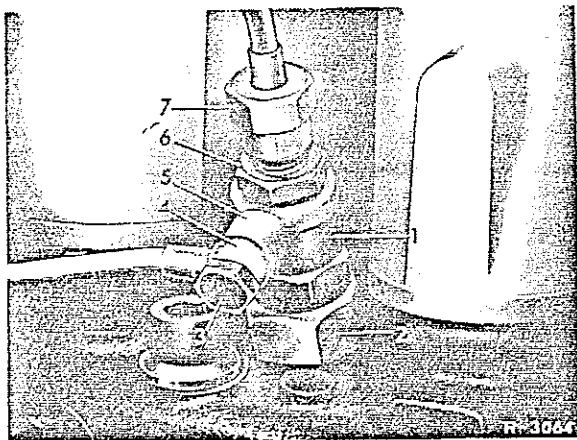

Fig.07-4/1
1. Draai de wartelmoer (7) voor de bevestiging van de inspuitleiding los (fig.07-4/1).
2. Verwijder zowel de zeskantmoer (6) voor de bevestiging van het tussenstuk (5) als de banjobout (3) voor de aansluiting en de bevestiging van de lekolieleiding (4).